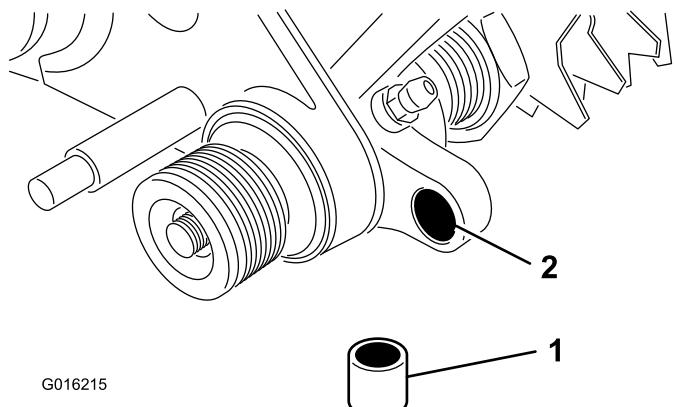

Bild 9
20. Setzen Sie eine Büchse in das Loch im rechten Groomerantrieb ein (Bild 9).